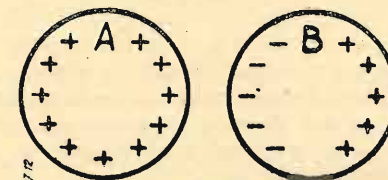

Fig. 22
altro conduttore B (vedi fig. 22), noi notiamo che su quest'ultimo conduttore avvengono delle cariche indotte, negative dalla parte del conduttore A, e positive dalla parte opposta. Quindi possiamo subito dedurre che la presenza del conduttore B ha provocato un abbassamento di potenziale nel conduttore A. Se poi noi colleghiamo il conduttore B alla terra, vediamo che l'abbassamento di potenziale del conduttore A aumenta notevolmente. Ora, se noi vogliamo mantenere il conduttore A allo stesso primitivo potenziale, occorre somministrargli una carica elettrica maggiore. Ma siccome la capacità viene data dal rapporto della quantità di elettricità (Q) e del suo potenziale (V), noi in tal modo avremo aumentata notevolmente la capacità stessa.